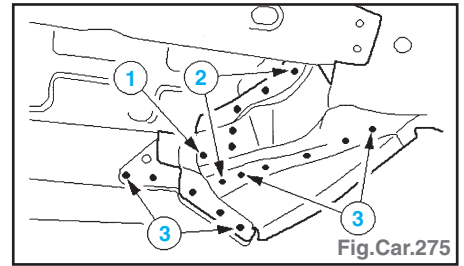

Fig.Car.275
- Souder par bouchonnage (1) et par points (2) (fig.Car.275).